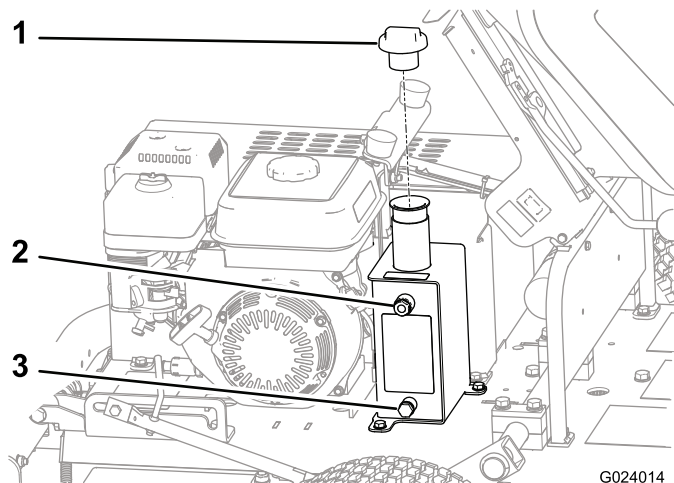

Рисунок 34
3. Найдите смотровое окошко (Рисунок 34) на боковой стороне бака гидравлической жидкости.
4. Если уровень жидкости низкий, снимите крышку с бака (Рисунок 34) и добавьте такое количество жидкости, чтобы ее уровень занял срединное положение.
1. Поместите сливной поддон под сливную пробку бака гидравлической жидкости (Рисунок 34).
2. Удалите сливную пробку бака гидравлической жидкости (Рисунок 34).
8. Снимите крышку бака гидравлической жидкости (Рисунок 34).